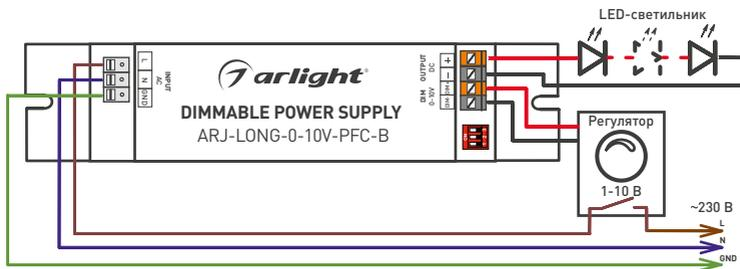

Рисунок 1. Подключение источника тока.
- 3.5. Подключите источник питания в соответствии с возможной схемой управления (рисунок 1). Строго соблюдайте полярность подключения!